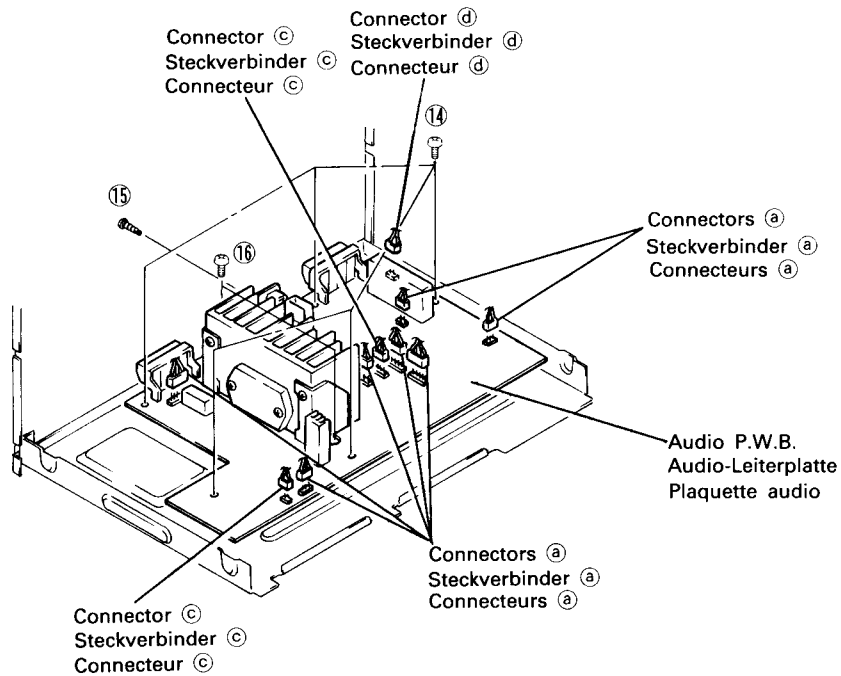

Fig. 9 Abb. 9
Remove two screws ③. Remove the power switch. Then remove two screws ④, three screws ⑤, and seven Audio P.W.B. connectors a. (Refer to Fig. 9 for connectors a.)
Remove two screws ⑧, two screws ⑨, five connectors b and two connectors c. Open in the direction of arrow B. Next, remove the REC level knob, two screws ⑩ and one tab. (Refer to Fig. 9 for connectors c.)
9. Audio P.W.B. (Fig. 9)
Die beiden Schrauben ③ herausdrehen und die Netz-taste abnehmen. Anschließend die beiden Schrauben ④, die drei Schrauben ⑤ herausdrehen und die sieben Steckverbinder a der Audio-Leiterplatte entfernen. (Steckverbinder a siehe Abb. 9.)
Die beiden Schrauben ⑧ und ⑨ herausdrehen und die fünf Steckverbinder b sowie die beiden Steckverbinder c abziehen. In Pfeilrichtung B öffnen. Danach den Drehknopf für Aufnahmepegel (REC) sowie die beiden Schrauben ⑩ und eine Klaue entfernen. (Steckverbinder c siehe Abb. 9.)
9. Audio-Leiterplatte (Abb. 9)
Enlever deux vis ③. Enlever l'interrupteur d'alimentation. Puis enlever deux vis ④, trois vis ⑤, et sept connecteurs de plaquette audio a). (Se référer à la Fig. 9 pour les connecteurs a).)
Enlever deux vis ⑧, deux vis ⑨, cinq connecteurs b) et deux connecteurs c). Ouvrir dans la direction de la flèche B. Puis, enlever le bouton de niveau d'enregistrement (REC), deux vis ⑩ et une attache. (Se référer à la Fig. 9 pour les connecteurs c).)
9. Plaquette audio (Fig. 9)